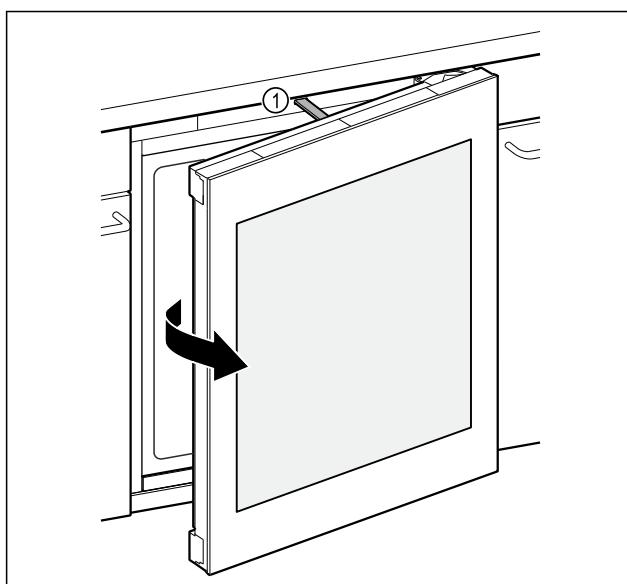

Fig. 88
- Posuvná tyč Fig. 88 (1) otvorí dvere približne 7 cm.